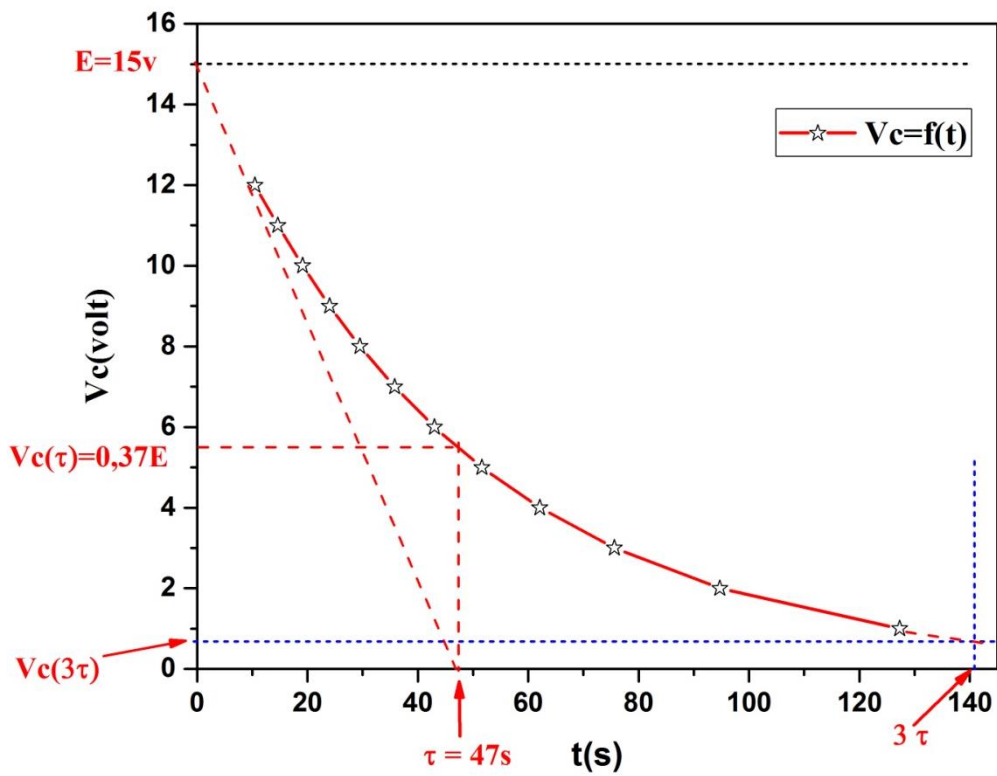

Figure 4.7 : Variation de V_c en fonction du temps t .
1. On représente graphiquement la courbe de décharge $V_c(t)$ sur la figure 4.7.